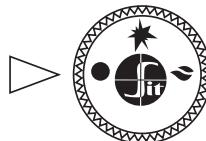

Рис. 9.
- 7.2. В исходном (выключенном) положении ручек упра вления находятся в положении «**ТОЧК**» (рис. 9). Пилот я и основные горелки пог шены (под ч г з к ним з блокиров н.).
- 7.5. **Выключение пп р т** производится путем поворот ручки в положение «**ТОЧК**» (рис. 9). При этом пилот я и основные горелки (если горят) пог снут.